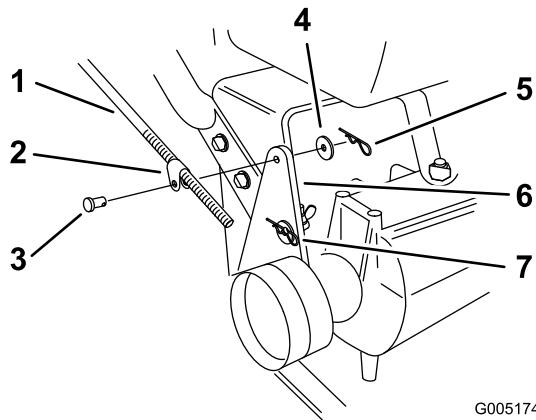

Figura 39
2. Compruebe su operación. Si es necesario un ajuste, retire el pasador de horquilla, la arandela y el pasador que sujetan el acoplamiento de la varilla de control al soporte de la polea tensora (Figura 39).